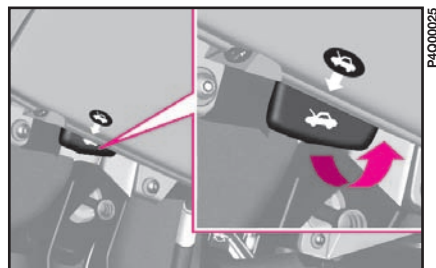

fig. 74
1) tire de la palanca en el sentido de la flecha de la fig. 74.